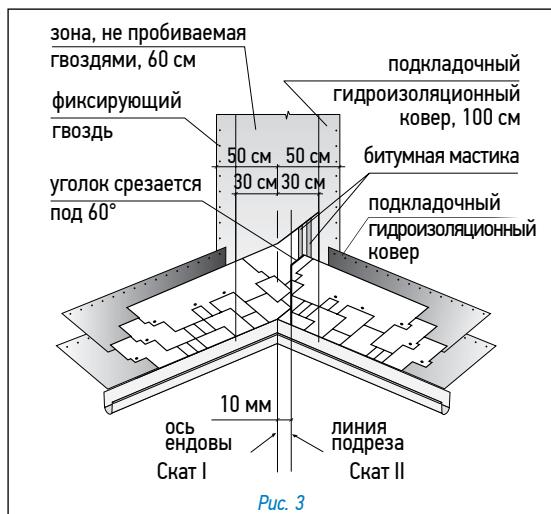

Рис. 3
Ендова (рис. 3)
• лист, подходящий к ендовой со ската II, должен доходить до линии подрезки и обрезаться по ней. Верхний уголок обрезанного края листа подрезается под углом 60° (5×3 см — рис. 3);